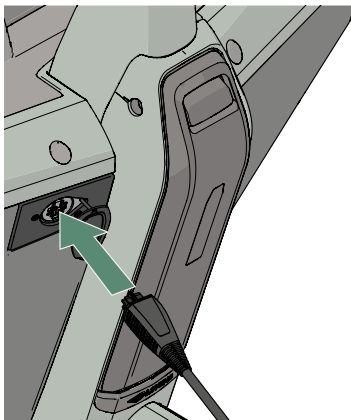

Figuur 13 - Apparaatstekker in de oplader steken.
1. Steek de apparaatstekker van de stroomkabel in de oplader 35 (figuur 13).